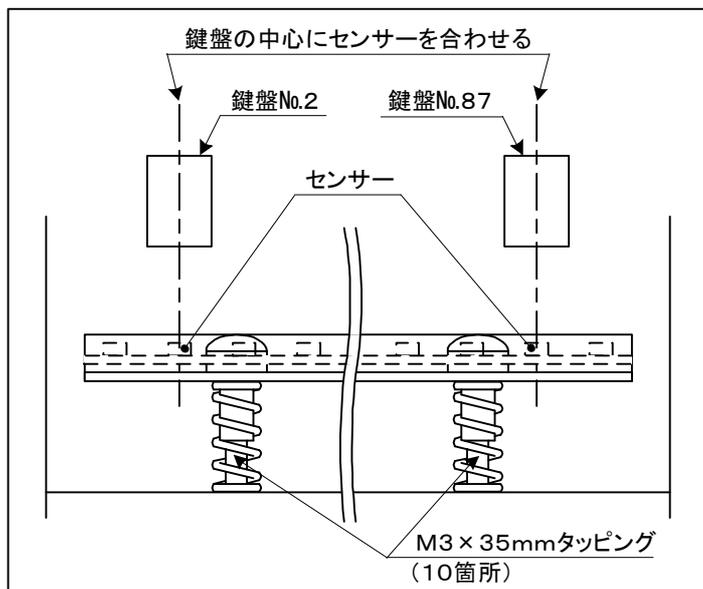

図3.3-4 キーボードユニット左右位置決め
(4) 図3.3-4の様に鍵盤No. 2とNo. 87を取り付け、センサーの中心線上に鍵盤の中心が重なるようにして左右位置を決定しネジ止めする。(M3×35mmタッピング 10本)